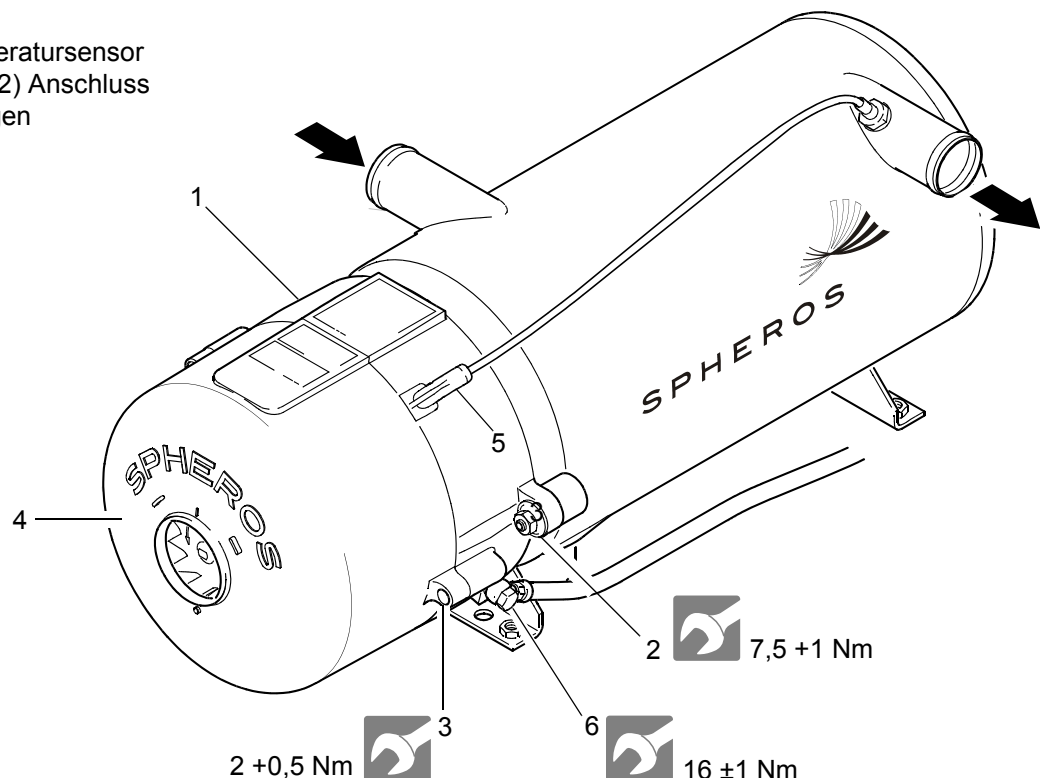

Abb. 801 Ab- und Anbau des Brennerkopfes / der Haube
3. Haube (4, Abb. 801) demontieren.
5. Kabeltülle des Temperatursensors (5) ausfädeln.
1. Brenner (1, Abb. 801) ansetzen und in Zusammenbau bringen, dabei auf Zentrierung und korrekten Sitz achten.
2. Muttern (2) ansetzen und abwechselnd leicht weiter-schrauben.
3. Muttern (2) anziehen.
4. Ggf. die Brennstoffleitungen mit Hohlschrauben (6) und neuen Dichtungen festschrauben, bzw. die Brennstoffleitungen aufschieben und mit Schlauchschellen sichern.
5. Kabeltülle des Sensors (5) einfädeln.
7. Haube (4) montieren.
2. Haube (4, Abb. 801) demontieren.
4. Kabeltülle des Temperatursensors (5) ausfädeln.
2. Temperatursensor (1) anziehen.
3. Kabeltülle des Sensors (5, Abb. 801) einfädeln.
5. Haube (4) montieren.
2. Schrauben (3, Abb. 801) lösen.
3. Haube (4) abnehmen.
1. Haube (4, Abb. 801) ansetzen und in Zusammenbau- lage bringen. Dabei auf Zentrierung, korrekten Sitz und Abdichtung an Heizgeräte-Kabelbaum und Kabeltülle des Temperatursensors achten.
2. Schrauben (3) befestigen und anziehen.